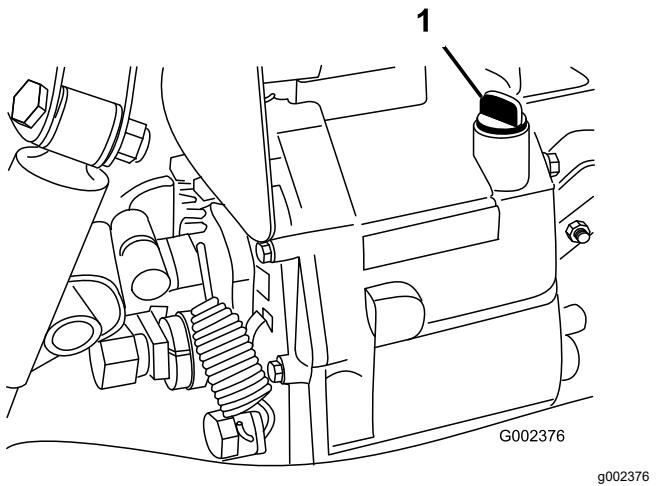

Bild 68
- Reinigen Sie den Bereich um den Peilstab (Bild 68).